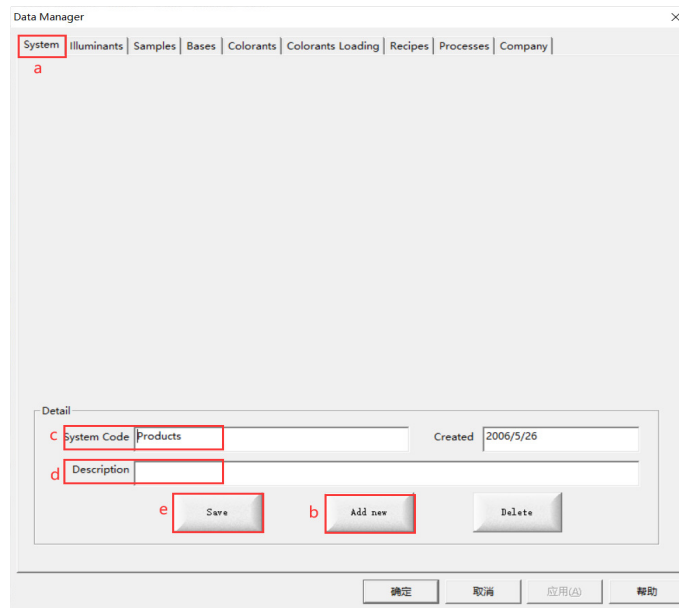

图 6-3 创建 System Code 界面
- 打开 Color Management→Data Manager→System（如图 6-3）